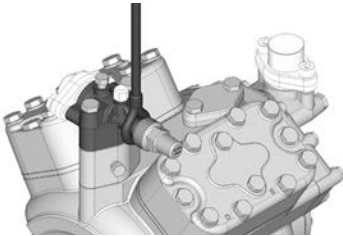
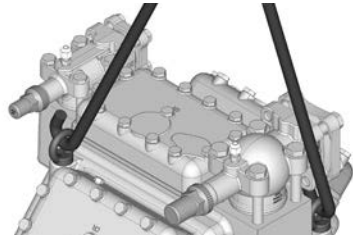

Abb. 8
Abb. 9
- Transport- und Aufhängemöglichkeit an der Transportöse (Abb. 9, F14 bis F16) oder direkt am Druckabsperrentil (Abb. 8 F2 bis F5).